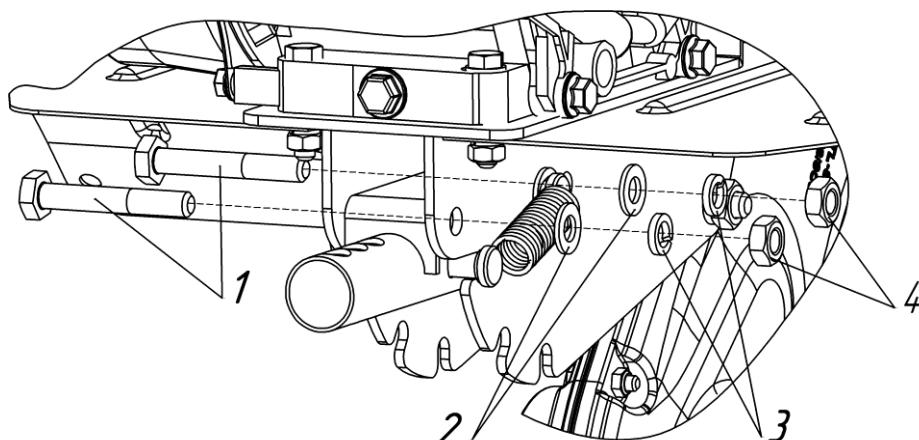

Рис.14 Установка болтов для фиксации трубы
**Перед строповкой ОБЯЗАТЕЛЬНО зафиксируйте дополнительным комплектом болтов кронштейн переднего опорного колеса как это показано на рис.14**